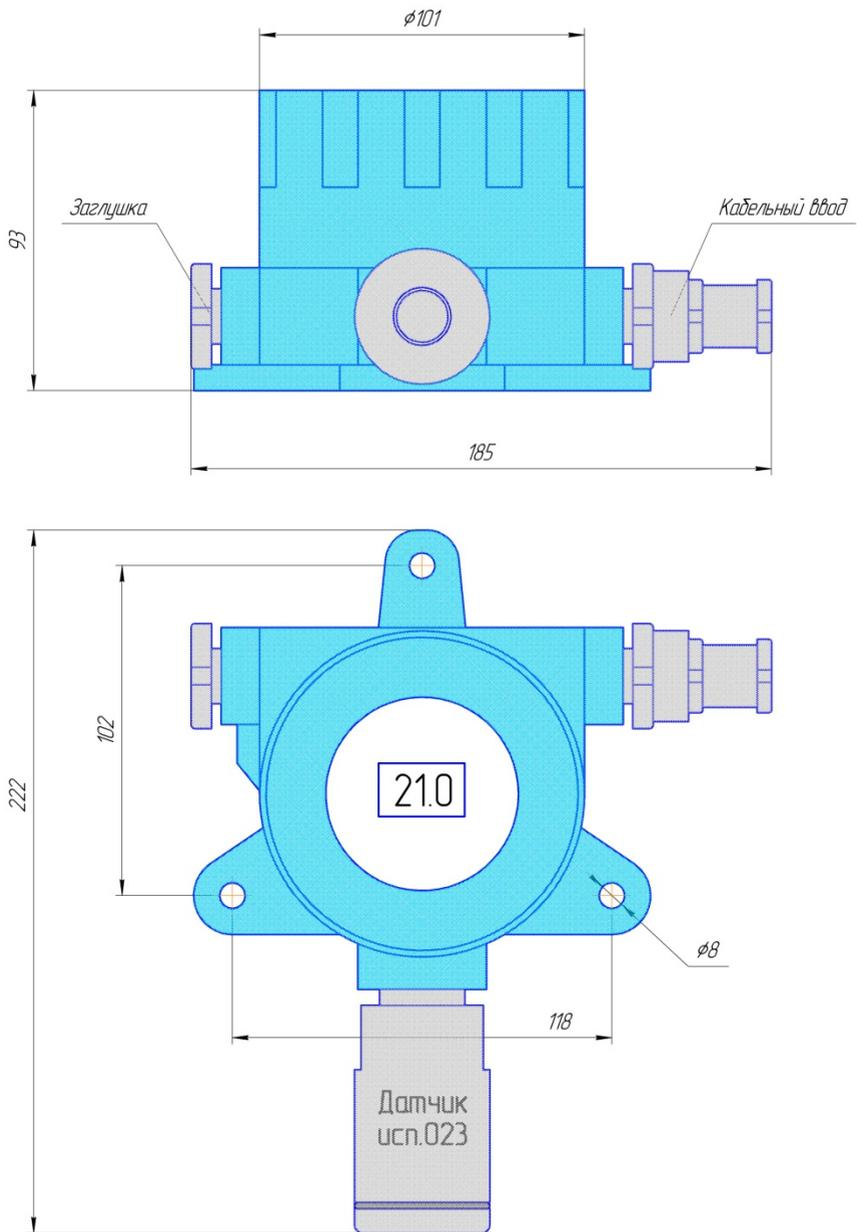

Рис.1 Габаритный чертеж датчика
- 2.1. Конструктивно датчик выполнен в сборном корпусе из коммутационной части, выполненной из литого алюминия, и измерительной головки – нержавеющей сталь. Габаритный чертеж датчика приведен на рис.1. На корпусе датчика имеются герметичные вводы для кабеля электропитания и выходных сигналов, фланцы с отверстиями для крепления. В корпусе датчика размещены печатные платы. В измерительной головке установлен измерительный модуль, содержащий газочувствительный сенсор, плату нормализатора сигнала и управляющую плату. В коммутационной части прибора устанавливается плата коммутации и индикации.